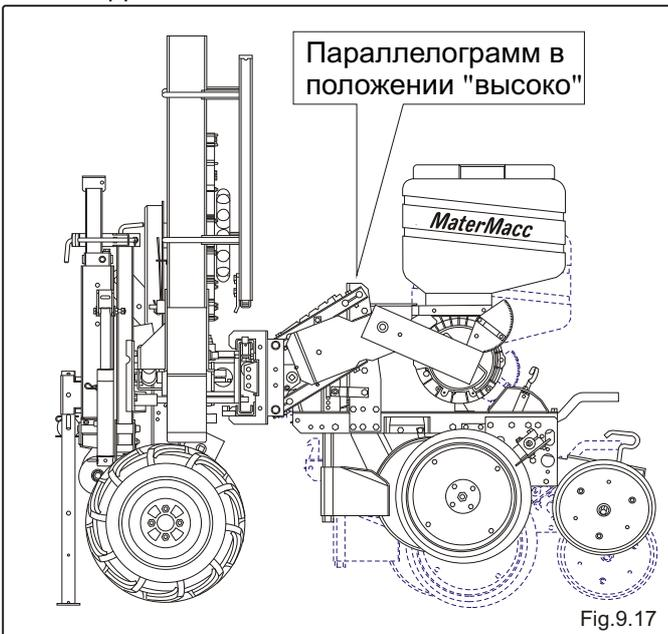

Fig.9.17
1. Разместить пружину **A** в положении "высоко" (рис. 9.17);